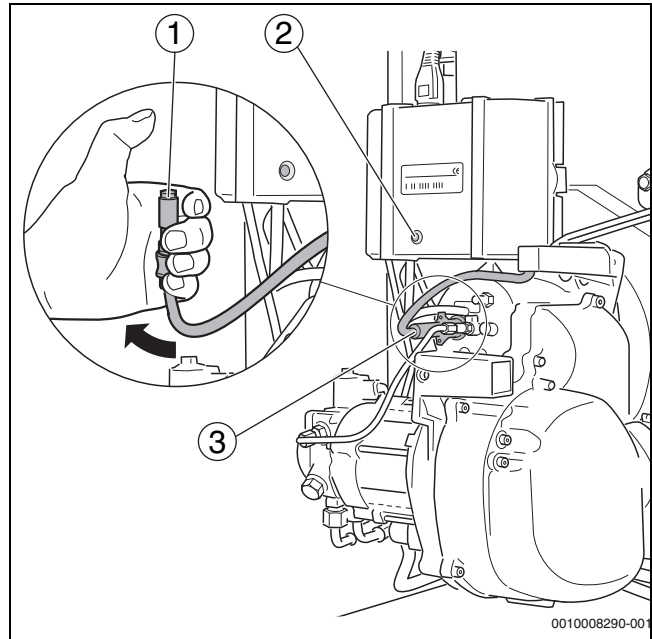

Bild 42 Flammeprüfer auf Funktion prüfen
- ▶ Flammeprüfer bei laufendem Brenner am vorgesehenen Griff aus der Halterung ziehen (→Bild 42, [3])
- ▶ Flammeprüfer mit Daumen abdecken(→Bild 42, [1]). Es muss nach Wiederanlauf eine Störabschaltung erfolgen.
- ▶ Nach einer Wartezeit von ca. 30 Sekunden den Feuerungsautomat durch Drücken der Reset-Taste (→Bild 42, [2]) oder der Reset-Taste am Regelgerät entriegeln.